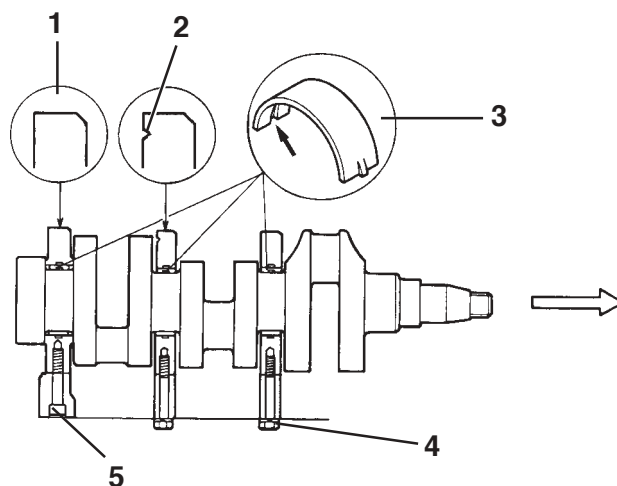

Fig. 79a Pose des chapeaux de palier de vilebrequin MD2010, MD2020, MD2030
Remarque : Le bord chanfreiné (1, figures 79a et 79b) devra venir vers l'avant sur tous les chapeaux de palier.
4. Positionner le chapeau de palier qui comporte une gorge d'huile (2, figures 79a et 79b).
Remarque : les coussinets avec une gorge d'huile (3, figures 79a et 79b) seront placés dans le chapeau de palier **supérieur**.